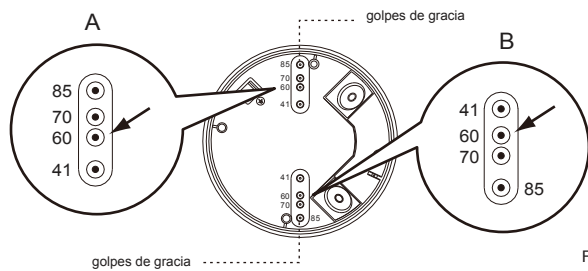

FIG. 12-A
3.4.3.1 Hay 4 pares de orificios ciegos con varias distancias de 41 mm a 85 mm en la caja de conexiones que se pueden seleccionar para diferentes aplicaciones de montaje (Ver FIG. 12-A).
Seleccione dos figuras iguales en ambos extremos para la distancia de fijación correspondiente (Ver FIG. 12-B).